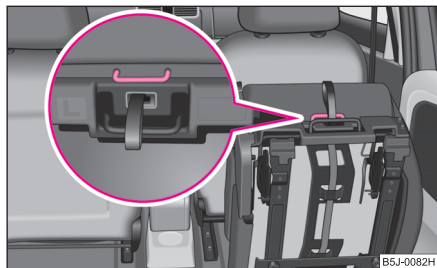

Fig. 55 Mănerul de pe suprafața de ședere
- Scoateți scaunul, de mânerul de pe suprafața de ședere ⇒ fig. 55.